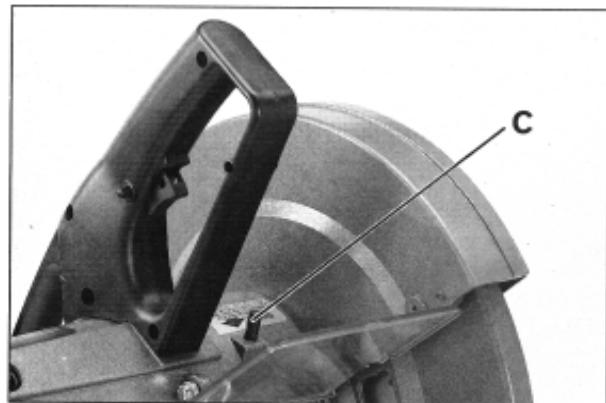
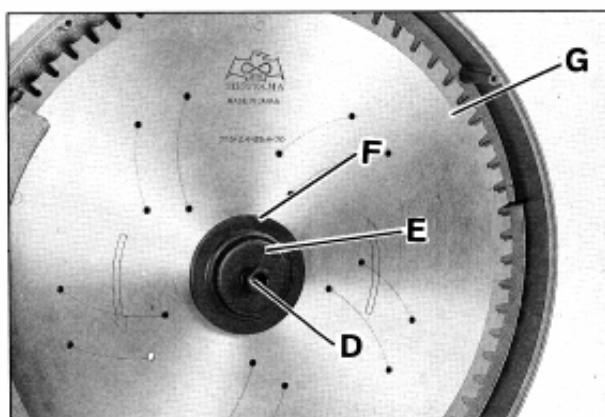

Abb.17
Abb.18
3. Enfoncer le blocage d'arbre (C), Fig.17, et faire tourner en même temps la lame (G) à la main , Fig.18, jusqu'à enclenchement du blocage d'arbre.
4. Avec la clé à douille hexagonale de 8 mm fournie, desserrer la vis d'arbre (D), Fig.18, en tournant à gauche, puis enlever la vis d'arbre (D), la rondelle (E), le flasque de lame extérieur (F) et la lame (G).
6. Installer une nouvelle lame (G), Fig.18, et s'assurer que les dents de la lame sont orientées vers le bas, puis commencer le remontage : flasque extérieur (F), rondelle (E) et vis d'arbre (D). Serrer la vis d'arbre (D) à droite.
AVERTISSEMENT: S'assurer que le blocage d'arbre (C), Fig.17, est dégagé et que la clé à douille hexagonale de 8 mm est enlevée avant de mettre la machine en marche.